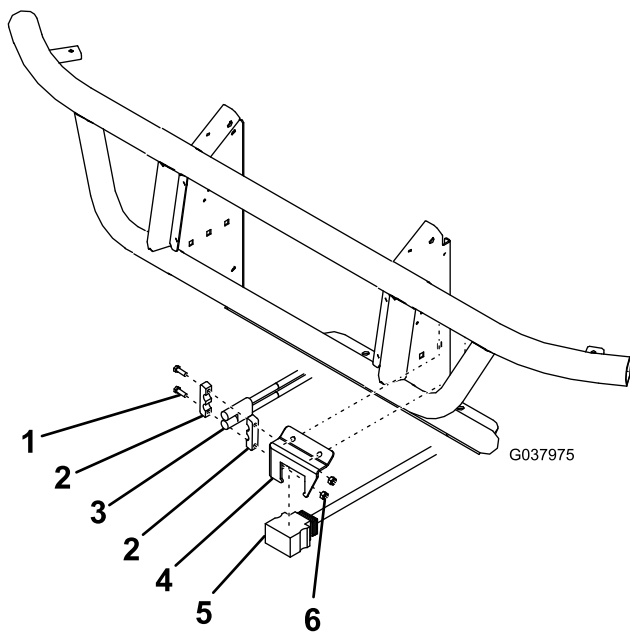

Figure 12
12. Montez le connecteur du chasse-neige du faisceau de câblage, côté UTV, sur le côté gauche du tube supérieur du pare-chocs à l'aide du support de montage du faisceau de commande et de 2 boulons autotaraudeurs (Figure 12).
13. Montez le connecteur d'alimentation/de masse noir et rouge sur le support du faisceau de commande (Figure 12).